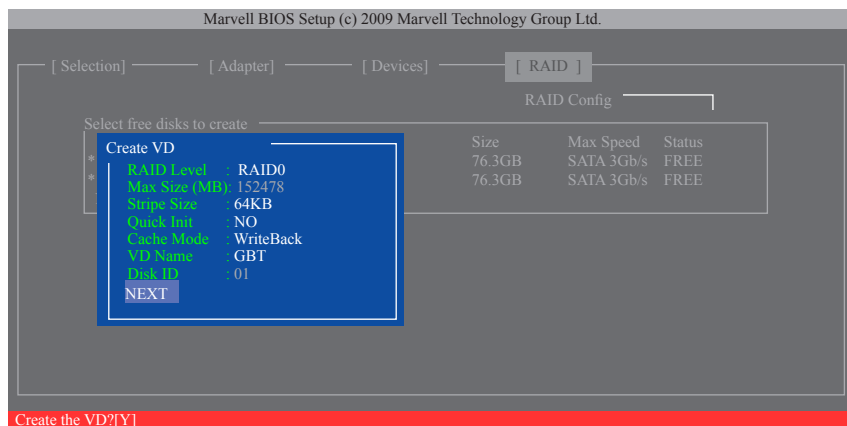

図 7
6. **NEXT:** 上の設定を完了した後、**NEXT** に移動して<Enter>を押してアレイの作成を開始します。確認を求められたら、<Y>を押して確認するか<N>を押してキャンセルします (図 7)。